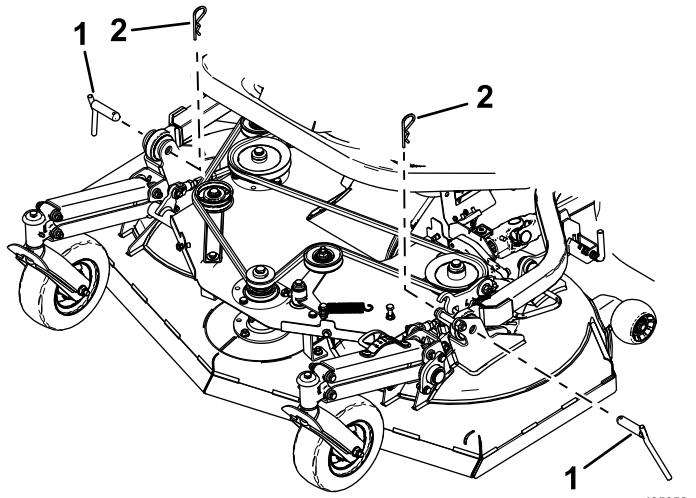

Figura 92
10. Retire los 2 pasadores de chaveta y los 2 pasadores de horquilla que fijan los brazos de elevación a cada lado de la unidad de corte (Figura 92).
6. Instale el pasador de chaveta y el pasador de horquilla que fijan los brazos de elevación a cada lado; consulte la Figura 92.